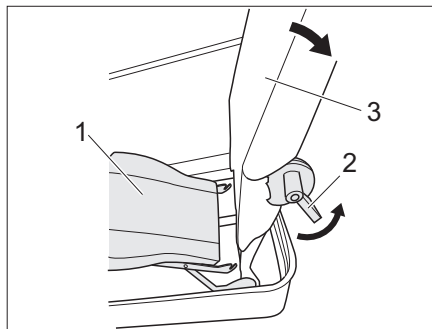
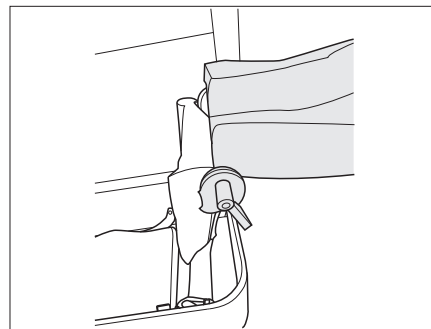

Bild 223 Haka av sätet
Bild 224 Vrid ryggstödet 90° bakåt
- Haka av sätet (Bild 223,1) och flytta det nedåt.
- Tryck på spak 1 (Bild 223,2) och vrid ryggstödet (Bild 223,3) bakåt 90° (Bild 224).